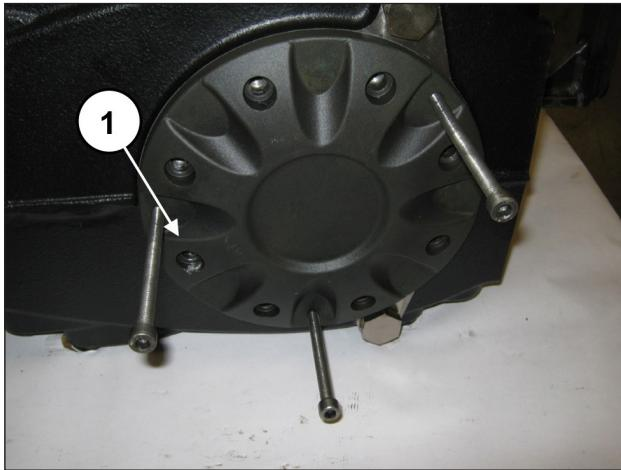

Fig. 28
Colocar 3 tornillos prisioneros o tornillos roscados M8 (pos. ①, Fig. 28) para utilizarlos como extractores, en los orificios correspondientes